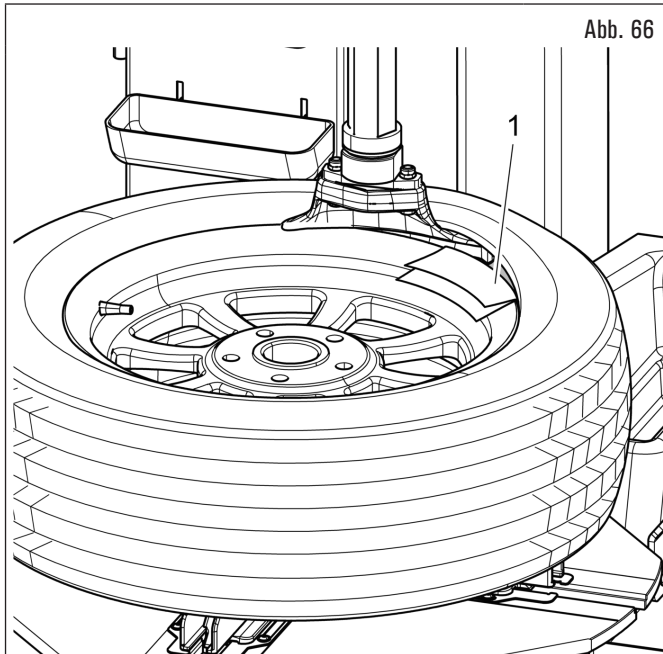
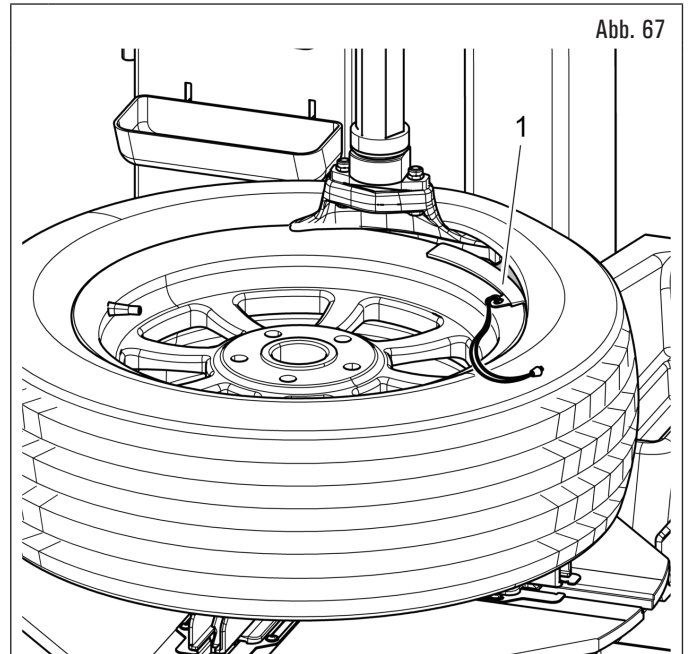

Abb. 66
Abb. 67
10. wenn die Felge aus Leichtmetall besteht, falten Sie eine Wulstschutzfolie hoch und wickeln Sie das Rand der Felge unter den Werkzeugkopf (Abb. 66 Pkt. 1), um eine Beschädigung der Felge durch Kontakt mit dem Hebel zu vermeiden und das Gleiten des Wulstes auf dem Felgenreand begünstigen. Wenn die Felge aus Blech besteht, verwenden Sie den Wulstschutz (Abb. 67 Pkt. 1).